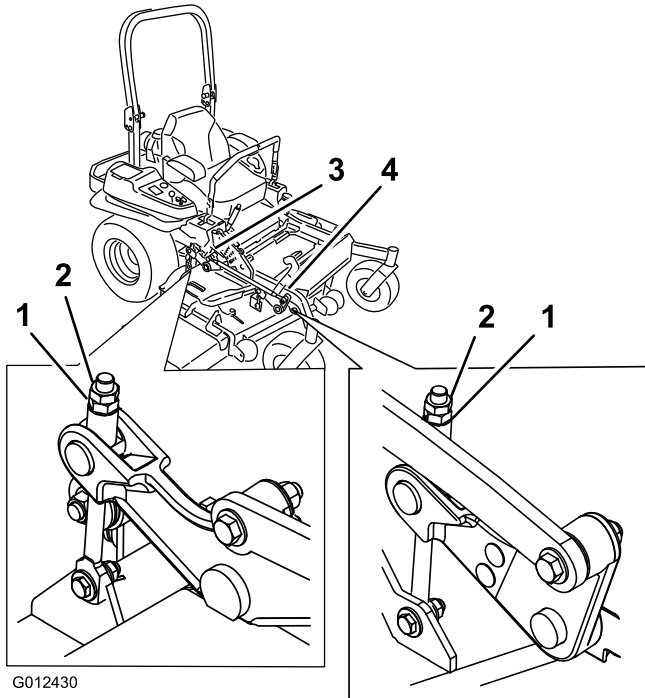

Bild 91
10. Drehen Sie die Einstellmutter am Frontmäherhub, um eine genaue Einstellung zu erreichen (Bild 91).
- Drehen Sie die Einstellmutter am Frontmähwerkhub, um eine genaue Einstellung zu erreichen (Bild 91).